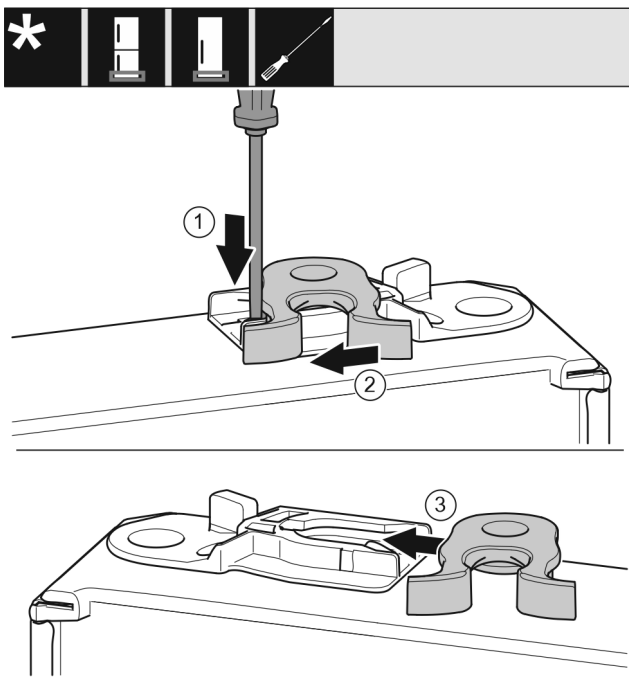

Fig. 17
- Premere la linguetta verso il basso con un cacciavite a testa a intaglio. Fig. 17 (1)
- Estrarre il gancio di chiusura dalla guida. Fig. 17 (2)
- Spingere il gancio di chiusura sull'altro lato nella guida. Fig. 17 (3)